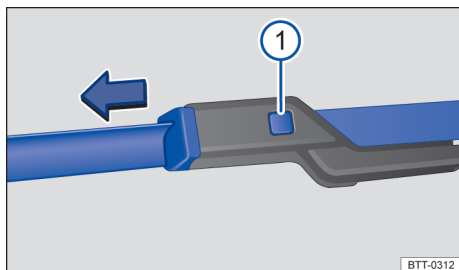

Fig. 121 Substituir as palhetas dos limpadores do para-brisa.
- Manter o botão de destravamento → Fig. 121 ① pressionado e, ao mesmo tempo, retirar a palheta do limpador do para-brisa no sentido da seta.